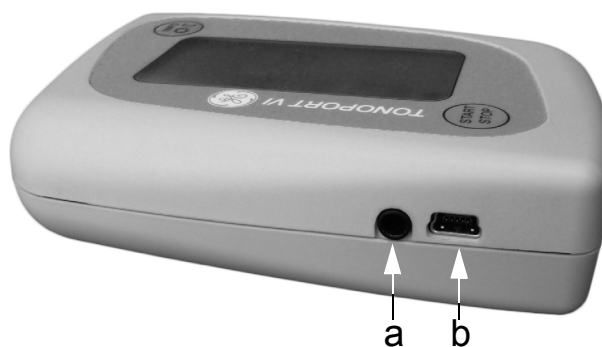

Fig. 5-1 Tilslutninger for PC-kabel
- via kablet 2001589-040, hvis USB-porten på TONOPORT VI anvendes (**b**, Fig. 5-1)
- via kablet 2001589-011, hvis den serielle port på TONOPORT VI anvendes (**a**, Fig. 5-1)
*Hvis man ønsker mulighed for at benytte USB-porten på TONOPORT VI (b, Fig. 5-1), skal man installere USB-driveren og kontrollere kommunikationen som beskrevet herunder.*